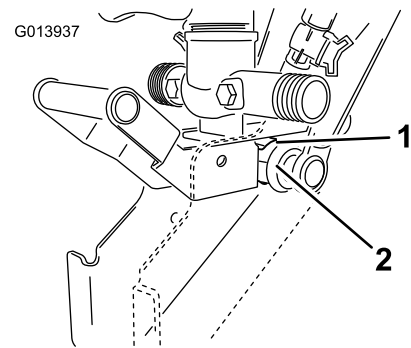

図 19
- D. そして、その位置から押して、クランプをピボットハウジングにはめる (図 19)。